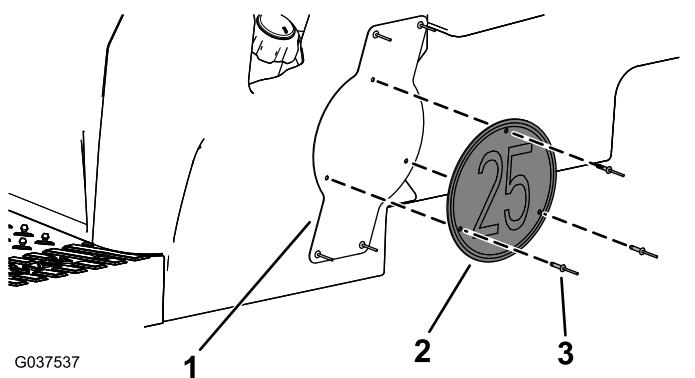

Рисунок 12
8. Установите табличку «Ограничение скорости» на монтажный кронштейн таблички с помощью 3 закладных заклепок (3/16 x 15/16 дюйма), как показано на Рисунок 12.